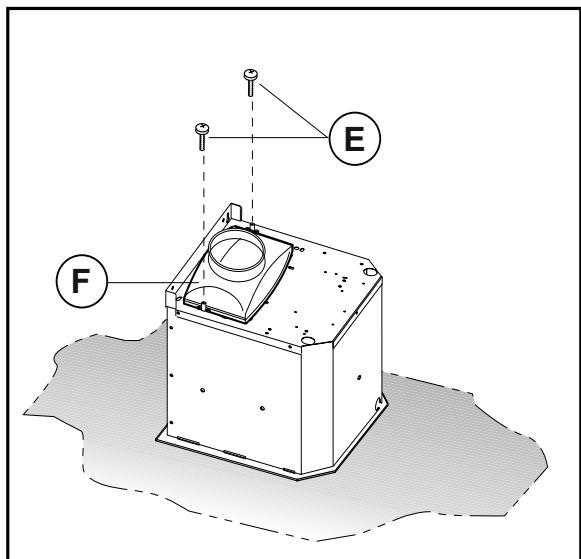

Fig.9
- 3.3.2 Käytettäessä 120 mm:n putkea, liitä supistaja moottorin ilmanpoistoaukon päälle tarkistettuasi, että takaiskuventtiiliin läpät aukeavat esteettömästi. Takaiskuventtiili estää ilman virtaamisen takaisin huoneeseen, kun tuuletinta ei käytetä. (Fig. 9)